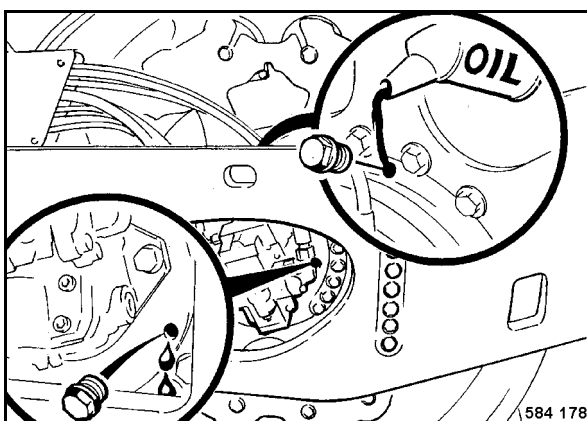

Fig. 158
- Desenroscar arriba el tapón de llenado (Fig. 158) y cargar tanto aceite hasta el nivel de aceite se encuentra en la arista inferior del agujero de control.